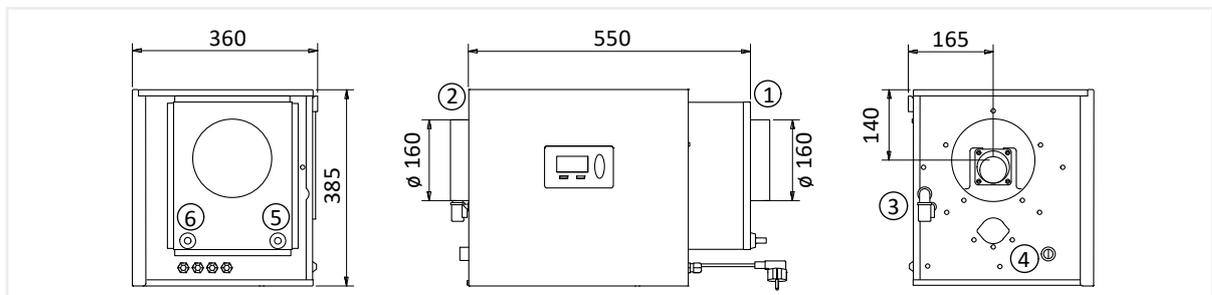

Abbildung 18: HUMO XC1 mit Wasserheizregister / Lufteintritt rechts
- **HUMO XC1 RW:** Lufteintritt rechts – mit Wasserheizregister (Abbildung 18 auf Seite 55)